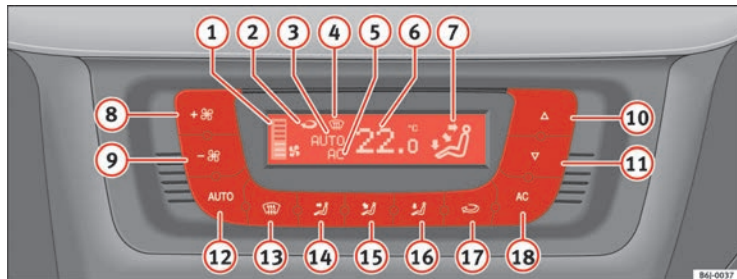

Abb. 92 In der Instrumententafel: Bedienelemente Climatronic
– Drehen Sie den Temperaturregler ⇒ Seite 132, Abb. 92 , um die Temperatur einzustellen.
- Drücken Sie die Taste . Die Anzeige ⇒ Seite 132, Abb. 92  7 erscheint.
- Drücken Sie eine der Tasten ⇒ Seite 132, Abb. 92 **14** bis **16** oder drücken Sie den Gebläseregler **8** und **9**. Die Anzeige **3** erlischt.
Das Gebläse kann mit den Tasten **8** und **9** eingestellt werden ⇒ Seite 132, Abb. 92. Ist das Gebläse ausgeschaltet (am Display wird keine Gebläsestufe **1** angezeigt) und die Taste **9** gedrückt gehalten, wird die Climatronic ausgeschaltet. Dies wird durch **OFF** im Display angezeigt.
- Drücken Sie die Taste , um den Umluftbetrieb ein- oder auszuschalten. Der Umluftbetrieb ist eingeschaltet, wenn das Symbol  => Seite 132, Abb. 92 im Display angezeigt wird.